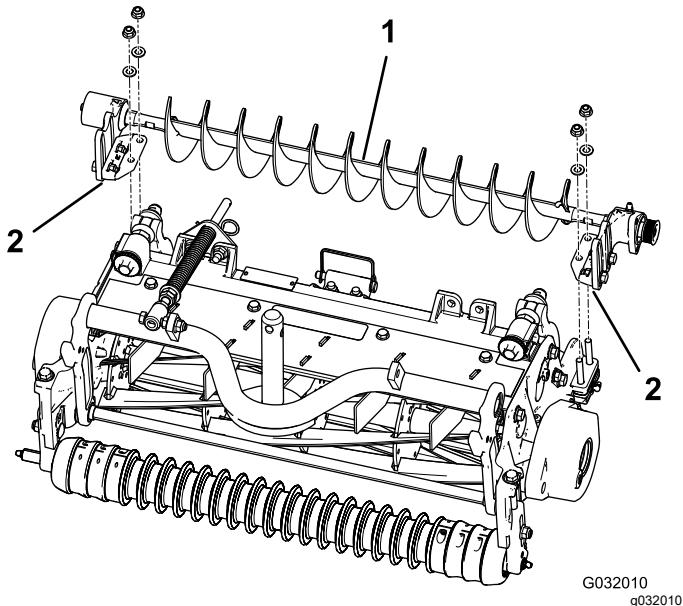

Figure 8
4. Placez les supports de montage de brosse de rouleau gauche et droite sur les boulons de supports (Figure 8).